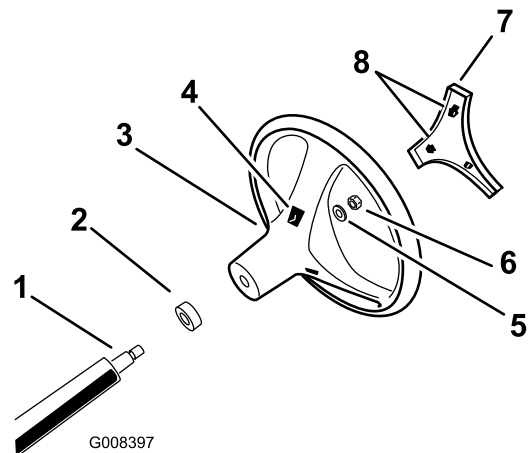

Figura 3
4. Fixați volanul cu contrapiulia, strângând-o la un cuplu de 24 – 29 N·m, așa cum este indicat în Figura 3.
5. Aliniați proeminenele capacului cu fantele de pe volan și fixați capacul pe butucul volanului (Figura 3).